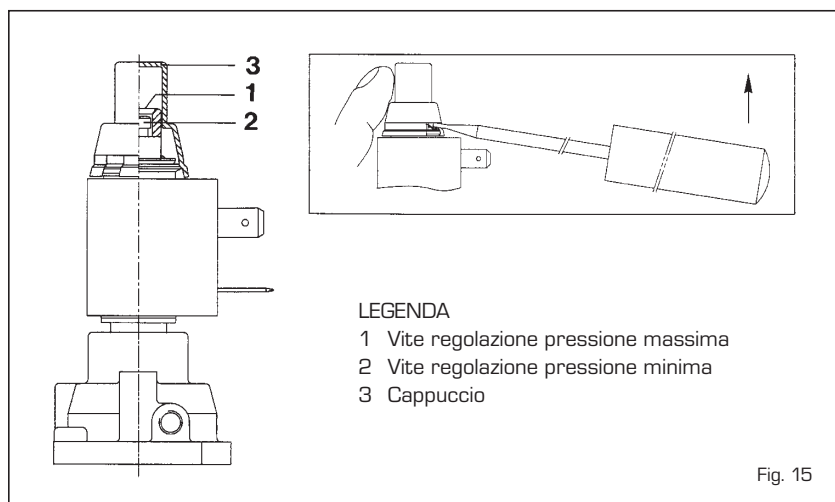

Fig. 15
**4.2.1 Regolazione pressione minima e massima (fig. 15)**